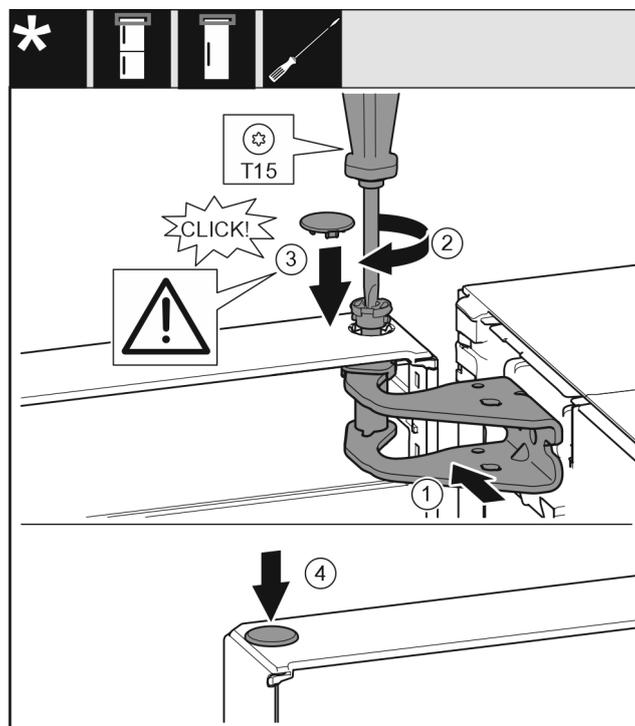

Fig. 23
- ▶ Allineare la porta in alto all'apertura nel blocco di supporto. Fig. 23 (1)
- ▶ Inserire i perni Fig. 23 (2) e stringerli con un cacciavite.
- ▶ Montare la copertura del fusibile Fig. 23 (3) sul fusibile della porta: Inserire la copertura del fusibile e controllare se appoggia sulla porta. Altrimenti inserire completamente i perni.
- ▶ Inserire il tappo Fig. 23 (4).